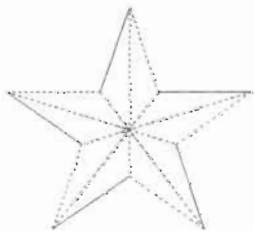

图 7-33
(3) 系统回到绘图区域, 用鼠标左键在矩形内单击, 然后按 Enter 键, 如图 7-33 所示。